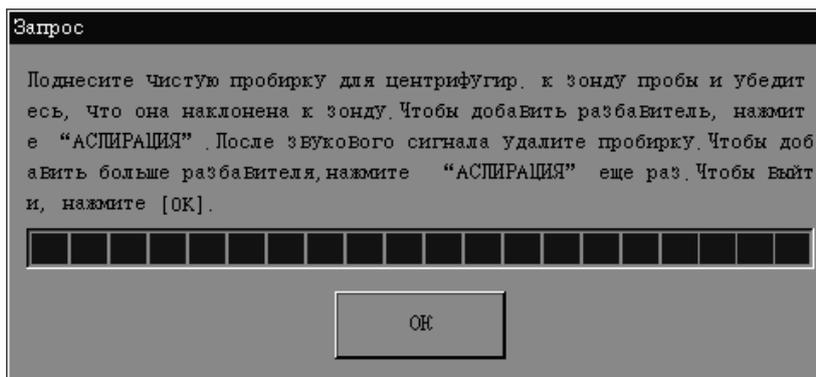

Рис. 9-4 Диалоговое окно
- б) **НАЖМИТЕ** кнопку «**Разбав**» в правом нижнем углу экрана. Откроется диалоговое окно с сообщением о выполнении анализаторов подготовки к добавлению разбавителя. По окончании подготовки это диалоговое окно сменяется другим (Рис. 9-4).